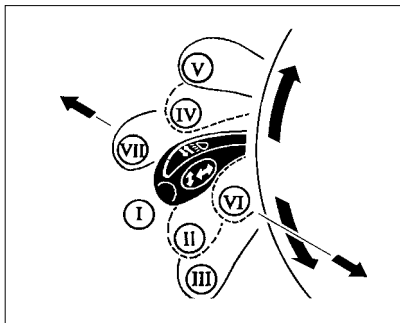

Рис. 34. Переключатель световой сигнализации
**I** (рис. 34) – **нейтральное положение.** Включен ближний свет фар, если переключателем наружного освещения включен свет фар.